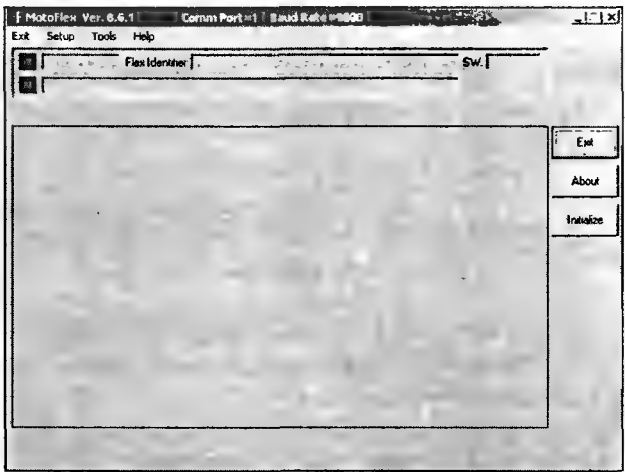

Рис. 7.12
2. Запускают программу MotoFLEX. Окно программы после ее загрузки показано на рис. 7.12. После нажатия кнопки INITIALIZE в окне сообщений должна появиться надпись «Motorola FLASH Programmer Version 625010», где 625010 — версия ПО бокса (она может быть любой другой).